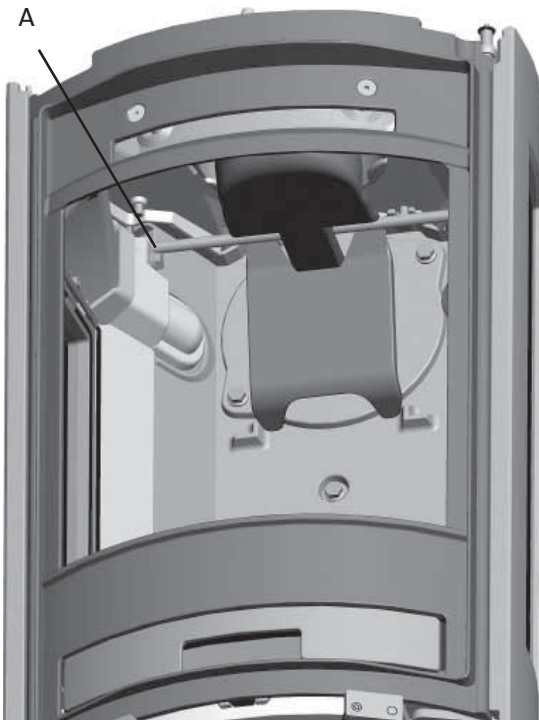

Fig. 10
4. Let op dat bij het terugplaatsen van het rooster en de onderplaat de stang waarmee het schudrooster kan worden bewogen, op de juiste wijze in de sleuf aan de rechterkant van het vuurrooster valt. (Zie afb. 10 A).